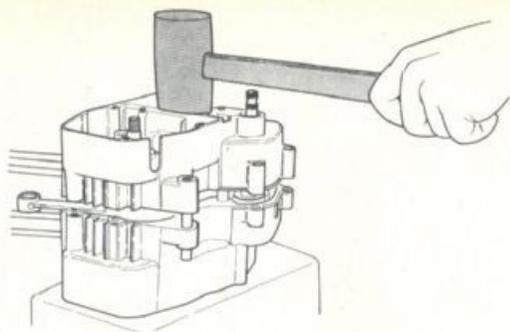

FIG. 42 Chiusura motore
- MONTARE** una nuova guarnizione centrale, oliare tutti gli alberi, sovrapporre il semicaratter lato volano e battere non violentemente con un martello di legno-cuoio o plastica in modo uniforme sino alla completa unione (fig. 42).